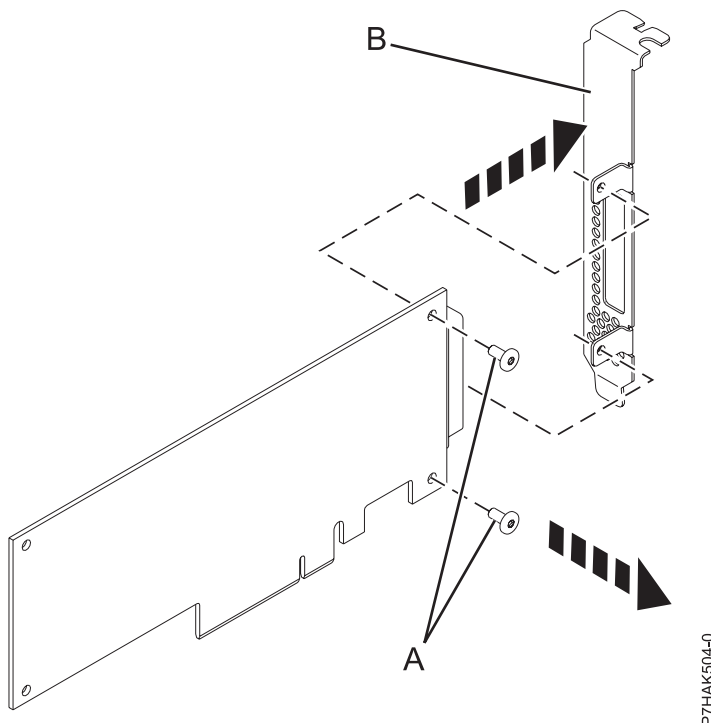

Abbildung 33. Den langen Haltesteg aus dem neuen PCI-Adapter ausbauen
7. Entfernen Sie mit einem Kreuzschlitz-Schraubendreher die beiden Sicherungsschrauben (A), mit denen der Haltesteg (B) am neuen PCI-Adapter befestigt ist (siehe Abb. 33).